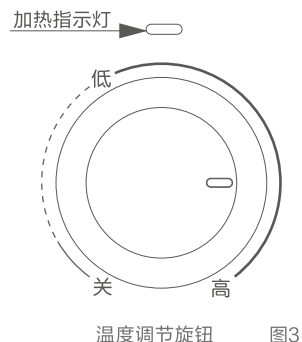

图3
3. 设置加热水温转动调温旋钮（如图3）即可设置加热水温；加热水温可在最高设置温度80℃范围内无级调节，按图示顺时针为调高，逆时针为调低，在加热状态下电热水器加热指示灯会点亮。为得到更多热水，应将调温旋钮置于高温档。